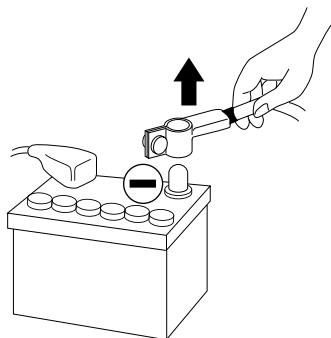

fig. 1
- **Avant d'entamer l'installation, déconnecter la borne négative de la batterie pour éviter tout risque de blessure, d'incendie ou d'endommagement du matériel. (fig. 1)**
- 2 - Débrancher le fil négatif de la batterie avant de commencer l'installation (*fig.1*)